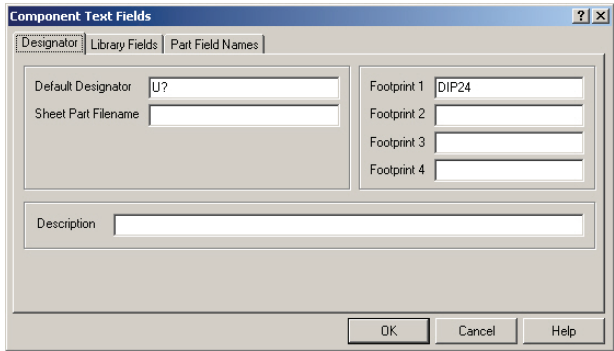

图 3-63 “Component Text Fields” 对话框
- “Description” 按钮：单击此按钮，将弹出 “Component Text Fields” 对话框，如图 3-63 所示。这个对话框共有 “Designator” “Library Fields” 和 “Part Field Names” 3 个选项卡。